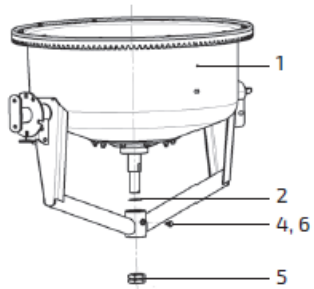
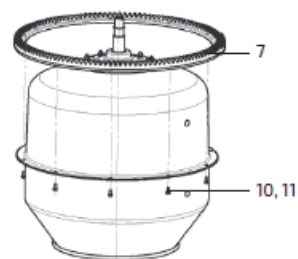

Рис. 12. Регулировка зубчатого зацепления
Рис. 13. Замена трубчатого венца
1. Показателем для замены зубчатого венца служит износ зубьев зубчатого венца или наличие микротрещин зубчатого венца. При наличии незначительного износа зубчатое зацепление возможно отрегулировать, изъев шайбу (2) (рис. 12). Для этого необходимо отвернуть фиксатор с шайбой (4 и 6). Затем гаечным ключом S-41 отвернуть контргайку и гайку (5), при этом удерживая вал от проворота за паз в нижней части вала.
2. Снять барабан с траверсы бетоносмесителя. Данную операцию, чтобы не повредить детали барабана, следует выполнять вдвоем. При незначительном износе зубьев венца для регулировки зазора в зубчатом зацеплении можно изъять из стакана траверсы одну или две шайбы (2) (см. рис. 12). Затем установить барабан в сборе с валом в стакан траверсы и проверить зубчатое зацепление, сделав полный оборот барабана. Зацепление должно составлять примерно две трети высоты зуба. Если при этом зазор останется больше, необходима замена самого зубчатого венца. Для этого необходимо отвернуть десять болтов вместе с шайбами (10 и 11), снять венец (7) (рис. 13).
4. Установить барабан с замененным венцом в стакан траверсы, сориентировать вал так, чтобы проточка на валу совпала с отверстием для фиксатора, завернуть фиксатор вместе с шайбой (4 и 6) (см. рис. 12). Проверить зубчатое зацепление, сделав полный оборот барабана. При больших или меньших показателях добавить или изъять необходимое количество регулировочных шайб (2).
При достижении нужного зацепления завернуть последовательно две гайки (5). Проверить затяжку всех гаек и вращение (см. рис. 12 и 13).